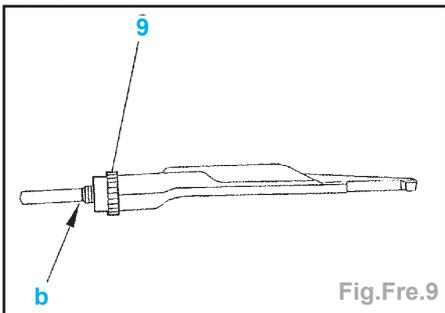

Fig.Fre.9
- Mettre la molette (9) en appui en «b» (Fig.Fre.9).